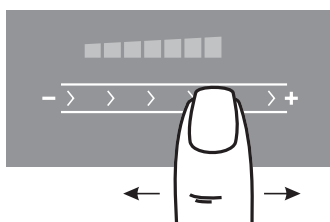

Рис.13
2. Выбор необходимого уровня мощности производится перемещением пальца по специальной поверхности ④ - «скользящая кнопка» (рис. 13). Когда уровень мощности меняется, звучит сигнал, а в окне выбранной конфорки отображается мощность от «0» до «9» и «Р». «Р» - максимальная мощность (от англ. booster - «усилитель»)
1. Работающую конфорку касанием зоны ② перевести в режим управления.
2. Перемещая палец по поверхности ④ - «скользящая кнопка» измените режим нагрева конфорки (рис. 13).